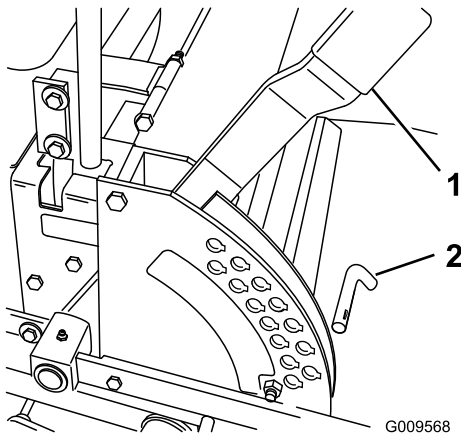

Figure 18
1. Relevez le levier de sélection de hauteur de coupe en position de transport (qui correspond aussi à la hauteur de coupe de 127 mm) (Figure 18).
2. Pour changer de hauteur de coupe, retirez la goupille du support de hauteur de coupe (Figure 18).
3. Placez la goupille dans le trou du support correspondant à la hauteur de coupe voulue (Figure 18).